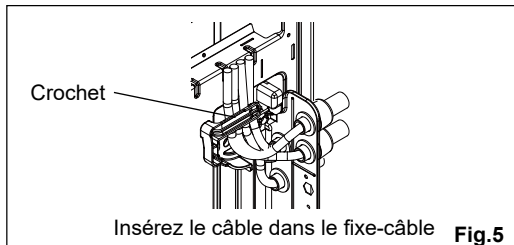

Fig.5
- (5) Insérez le câble de raccordement et le câble d'alimentation dans le fixe-câble par le crochet. (Fig.5)